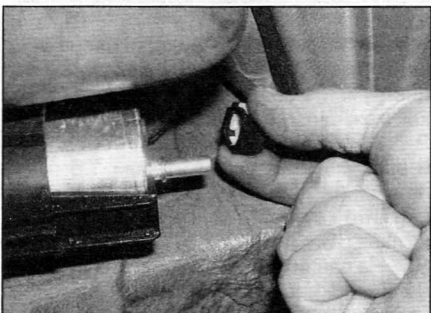

Рис. 20.3. Нажмите на зажимы и отсоедините топливopроводы от топливного фильтра
- 3 Плотно обмотайте соединения топливопроводов ветошью, которая должна принять на себя струю топлива, которая может выйти при сбросе давления топлива, а затем нажмите на зажимы и медленно отсоедините соответствующий топливопровод. Отсоедините другой трубопровод от противоположного конца фильтра и позвольте содержимому фильтра стечь в емкость (рис. 20.3).